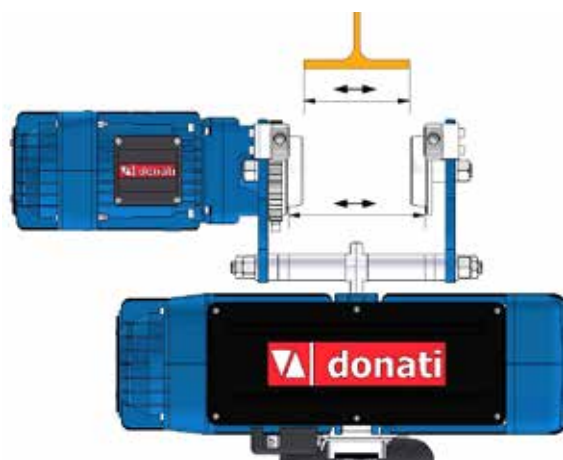

fig.19
5. En caso de grúa de bandera con brazo en perfilado en viga laminada (tipo H o T), compruebe el ancho del ala de la viga que debe corresponder con la predispuesta para las ruedas del carro (fig.19).